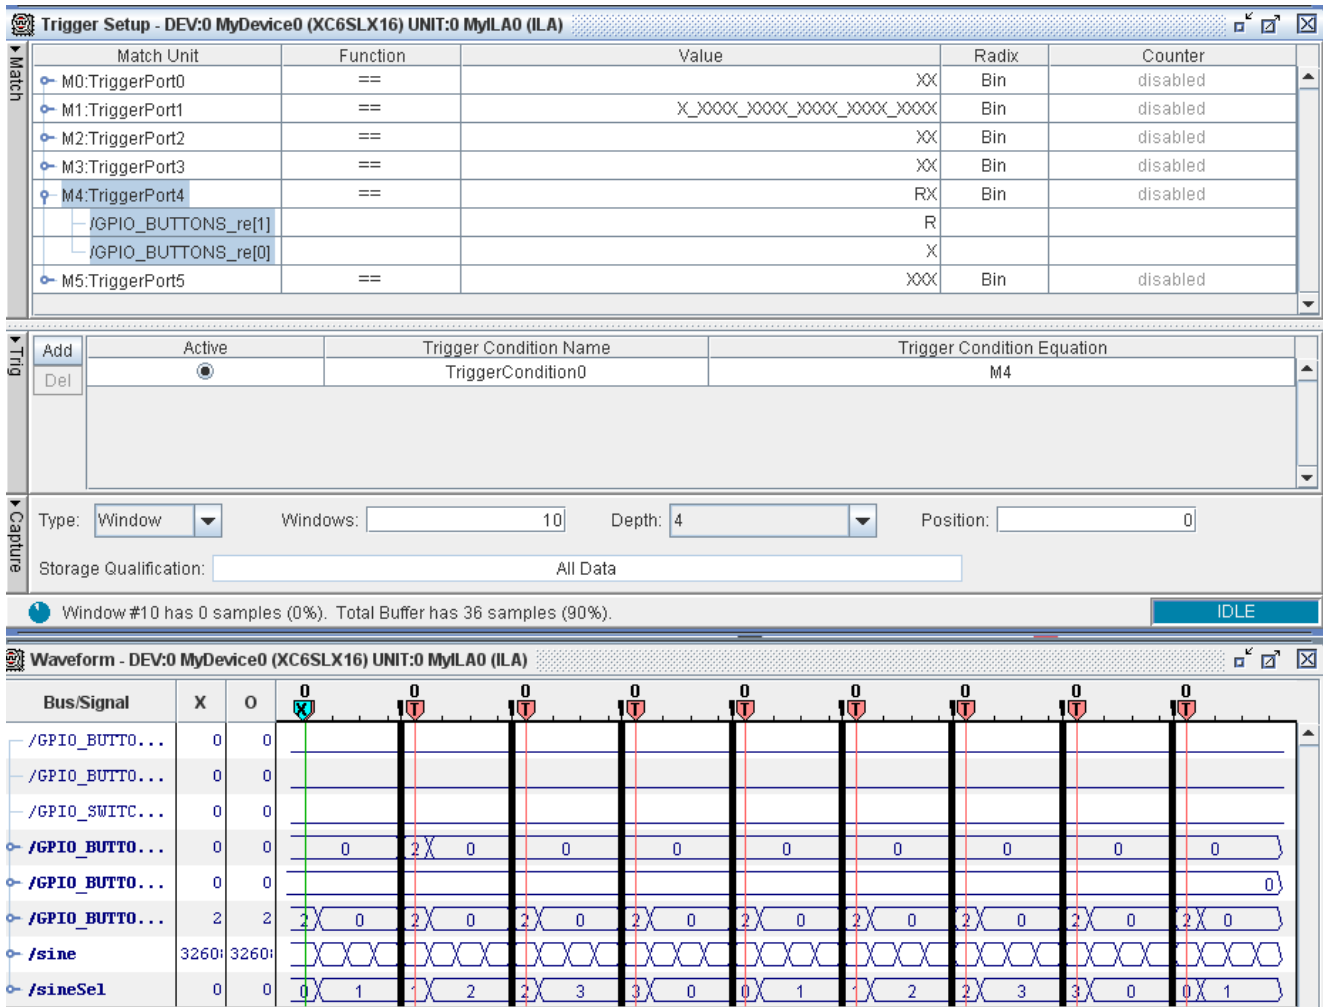

図 8 : 表示設定およびステート マシンのグリッジの例
3. [Trigger Setup] ウィンドウの [Trig] エリアで [Trigger Condition Equation] フ列の中をクリックします。表示されるダイアログ ボックスで、正しいマッチ ユニットの行がイネーブルになっていることを確認します。イネーブルになっている場合は、図 8 のように青色でハイライトされます。
4. [Trigger Setup] ウィンドウの [Capture] エリアで設定を次のように変更します (図 8)。
3. SP601 ボードの [Sine Wave Sequencer] ボタンを押します。キャプチャ設定のすぐ下に表示されるステータスバーから、キャプチャされたウィンドウ数を確認します。ステータスバーは、図 8 に表示されています。ボタンを 1 度押しただけで複数のウィンドウがキャプチャされた場合は、GPIO\_BUTTON[1] 入力に問題があります。ウィンドウが 1 つしかキャプチャされなかった場合は、もう 1 度ボタンを押します。このグリッチを再現するには、ボタンを何度か押す必要のあることもあります。